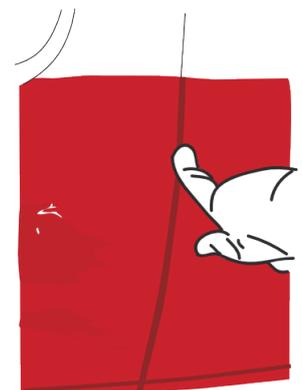

Figure 33
- Marquer les contours de la pièce à l'aide de la main (gantée). (FIG. 33)